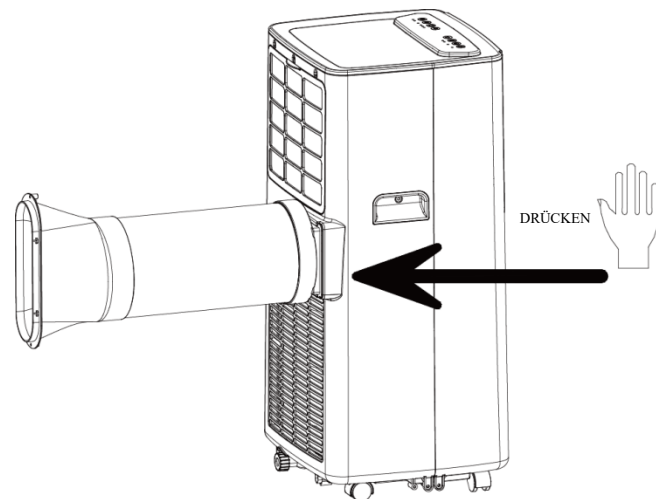

Abbildung 1
1.1 Installieren Sie die Wärmerohrbaugruppe (wie in Abb.1 dargestellt)
- 2) Führen Sie die Wärmerohr-Baugruppe (das Ende der Auslassverbindung) in den Entlüftungsschlitz der Rückwand ein (nach links schieben) und schließen Sie die Baugruppe ab (wie in Abbildung 1 dargestellt).